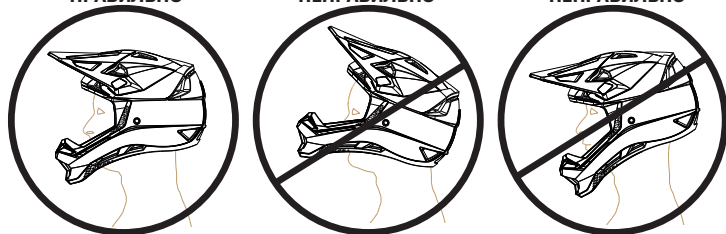

Рисунок 2
- d) Убедитесь, что шлем правильно сидит на голове, он не должен быть наклонен вперед или назад, для защиты лба шлем должен находиться чуть выше бровей (рис. 2).